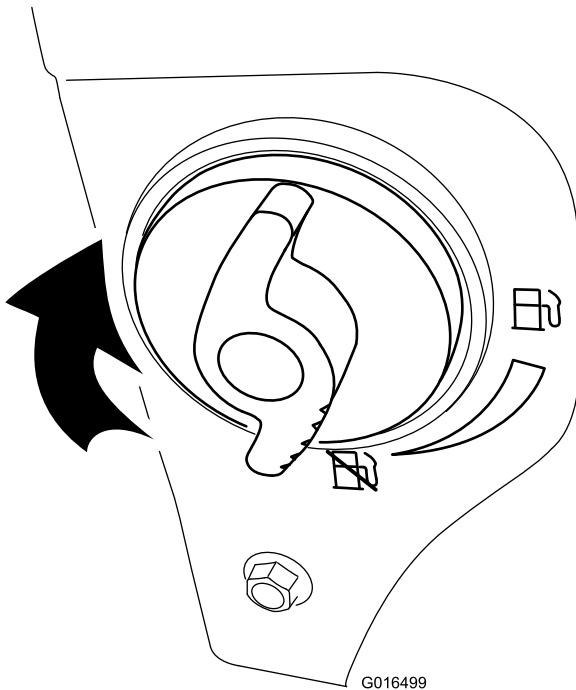

Bild 26
4. Schließen Sie den Kraftstoffhahn durch Drehen nach rechts (Bild 26).